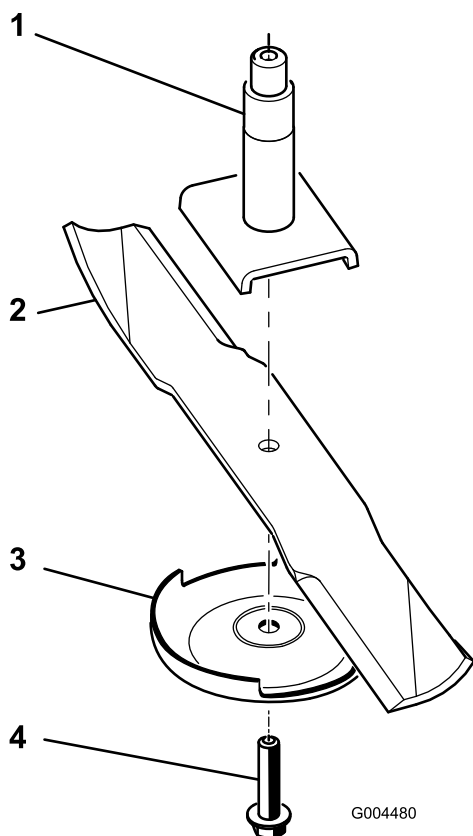

Bild 28
2. Nehmen Sie die Messerschraube, die Antiskalprierplatte und das Messer von der Spindelwelle ab (Bild 28).
Hinweis: Wenn das Schnittmesser in seiner horizontalen Position bleibt, ist es ausgewuchtet und kann wiederverwendet werden. Feilen Sie, wenn das Schnittmesser nicht ausgewuchtet ist, vom Flügelbereich des Messers etwas Metall ab (Bild 28). Wiederholen Sie diesen Vorgang, bis das Messer ausgewuchtet ist.
1. Setzen Sie das Messer auf die Spindelwelle (Bild 28).
2. Montieren Sie die Antiskalpierplatte und die Messerschraube (Bild 28).